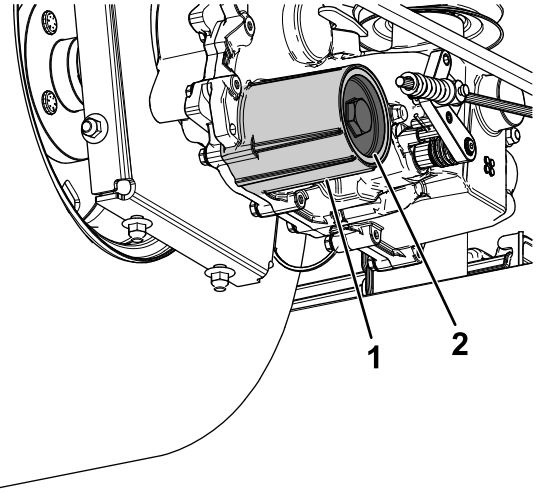

Figure 82
7. Déposez le couvercle du filtre à huile hydraulique de la boîte-pont pour vidanger le liquide (Figure 82).